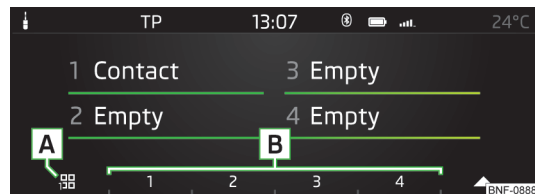

Fig. 115
- Presionar varias veces la tecla de función **[A]** » fig. 115 para seleccionar el grupo deseado.
- Para iniciar la **conexión**, presionar la tecla de función del contacto **[B]** » fig. 115 deseado.